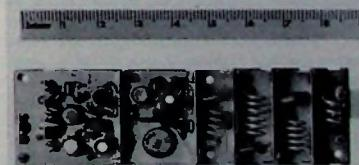
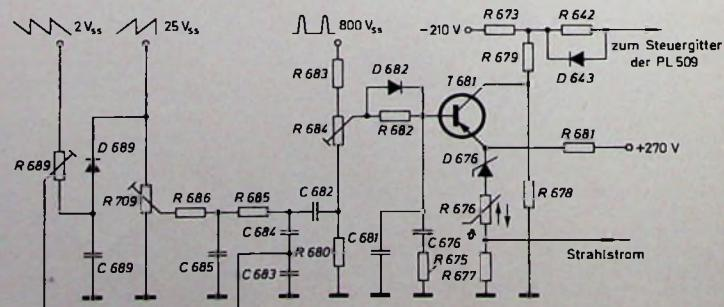

Bild 9. Sender-Baustein
Bild 2: Ost-West-Busterkorrekturschaltung
Das von der Antenne kommende Signal gelangt über ein Bandfilter zu dem in Basischaltung arbeitenden bipolaren Vorstufentransistor  $T_1$  und über ein weiteres Bandfilter, das gute Weitabselektion sichert, zur Mischstufe  $T_2$  (Bild 2). Die Frequenz des Quarzoszillators  $T_3$  wird in der Stufe  $T_4$  verdoppelt und das Signal dann dem Emitter des bipolaren Mischtransistors  $T_2$  zu-
**T 3, T 4** auf die endgültige Sende Frequenz verdoppelt (s. Bild 2). Das sich anschließende Bandfilter sieht unerwünschte Nebenwellen aus. Nach einer weiteren Verstärkung in der Treiberstufe  $T_2$  steht die erforderliche Leistung zur Ansteuerung der mit dem Transistor 2N4427 bestückten Endstufe zur Verfügung. In ihrem Kollektorkreis liegen Transformationsglieder, mit denen die Anpassung an den Antennenfußpunktswiderstand von 50 Ohm erfolgt. Außerdem siebt ein Tiefpaßfilter unerwünschte Oberwellen aus (Bild 9).
Die Beeinflussung der Ablenkspannung des Hilfstransformators erfolgt über eine Transistorstufe als Gittermodulation der Zeilenendröhre (Bild 2). Dabei wird vom Rasterausgangstransformator eine Sägezahnspannung abgenommen, der hohe Rückschlagimpuls durch eine Diodenschaltung (D 689) begrenzt und über die Integrationskette R 686, C 685, R 685, C 684, C 683 eine Parabelspannung gebildet. Diese Spannung steuert die Basis des Transistors T 681. Im Emitterkreis von T 681 bewirkt die Z-Diode D 676 die Stabilisierung der Gleichspannung. Der mit D 676 in Serie liegende NTC-Widerstand R 676 dient zur Temperaturkompensation. Die Änderung der Kollektorspannung